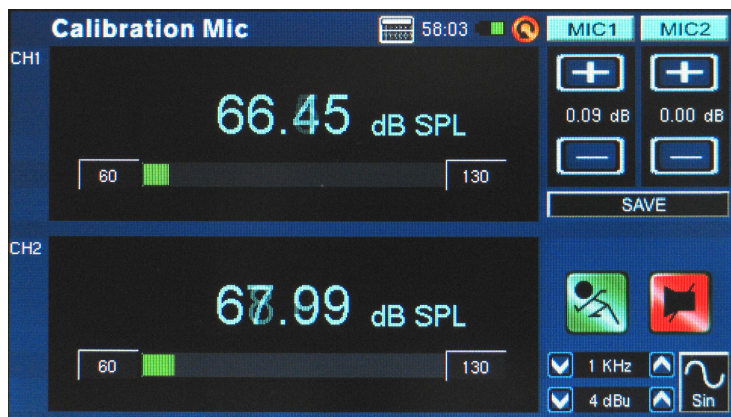

图 70
4. 点击“+”和“-”图标控制调节SPL校准器提供的电平数值，直至该电平接近声级校准器的电平数值(通常为94dB)。每点击“+”一次将以0.1dB增加数值，每点击“-”一次将以0.1dB减少数值(图70)。